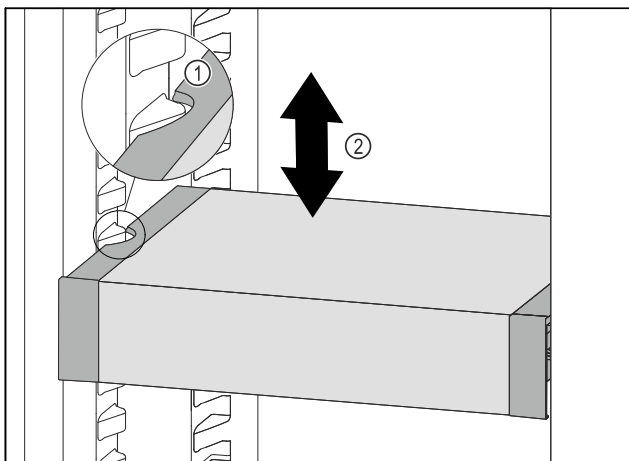

Fig. 58
- ▶ Потягнути VarioSafe вперед, поки бокові заглиблення VarioSafe не опиняться на рівні ребра для резервуара в охолоджувальному відділенні. Fig. 58 (1)
- ▶ Пересувайте VarioSafe вгору або вниз в охолоджувальному відділенні до тих пір, поки не досягнете бажаної висоти. Fig. 58 (2)